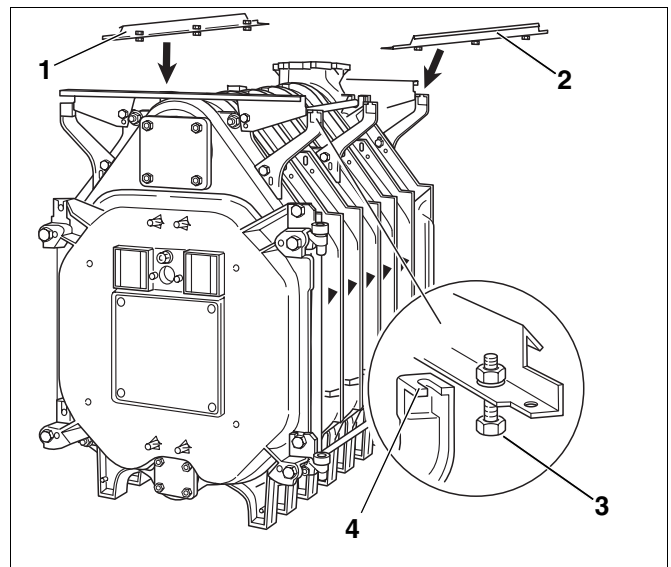

Abb. 38 Längsschienen montieren
- Die Längsschienen (Abb. 38, **Pos. 1** und **2**) auf die beiden Konsolen am Hinter- und Vorderglied auflegen.
- Längsschienen mit den vormontierten Schrauben (Abb. 38, **Pos. 3**) in die Aussparungen der Konsolen (Abb. 38, **Pos. 4**) einschieben und mit diesen verschrauben.